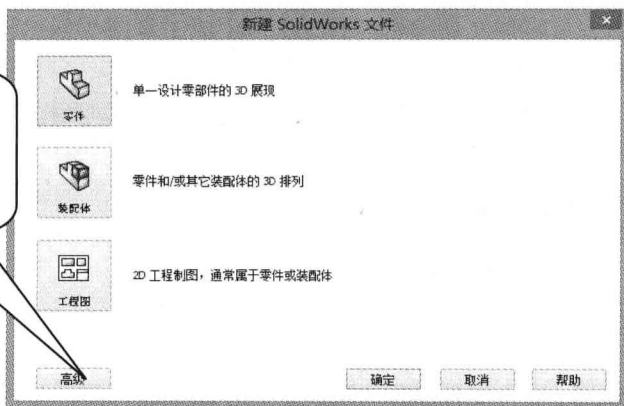

图 1-6 “新建 SolidWorks 文件”对话框
**STEP 2** 如图 1-6 所示，在打开的“新建 SolidWorks 文件”对话框中选择不同按钮，可以新建不同类型的文件，这里保持系统默认，选择“零件”按钮，再单击  按钮即可新建零件文件。